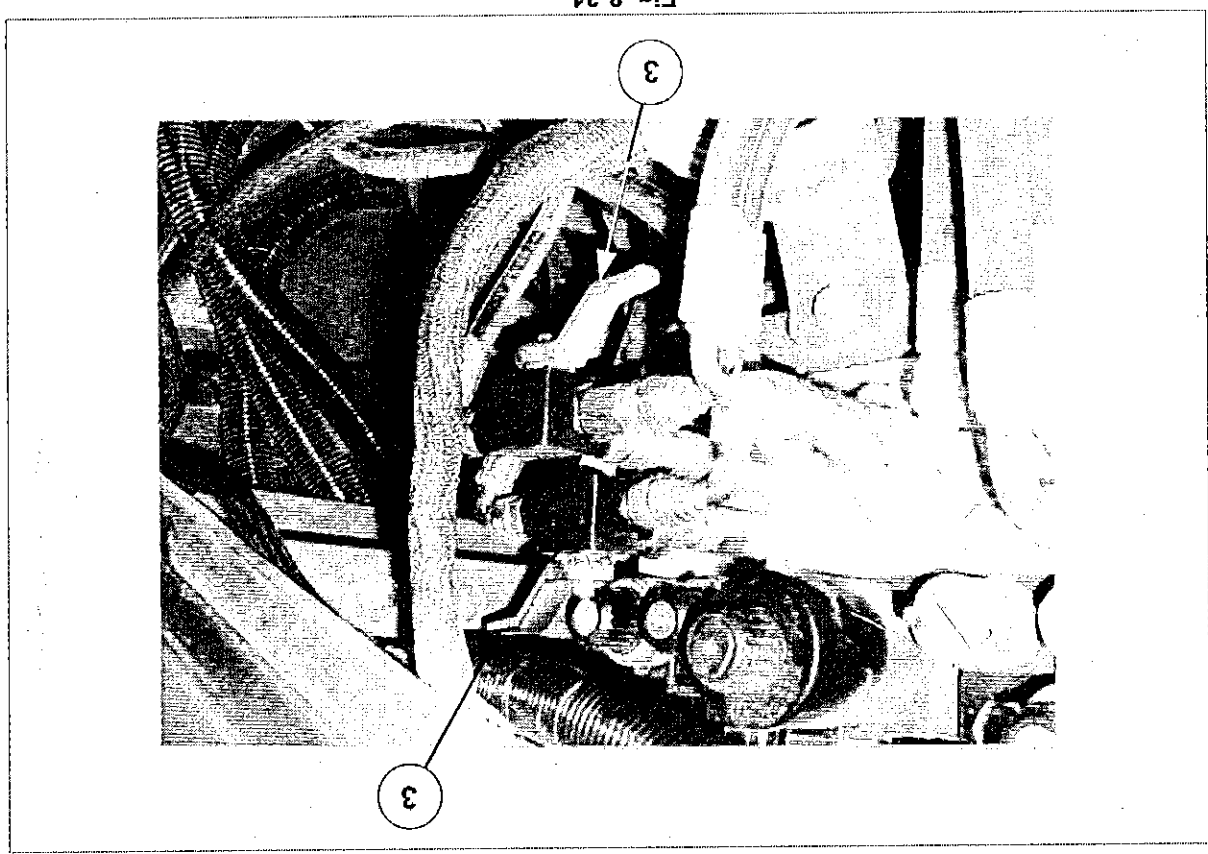

Fig. 8-31
- 3) Ruotare di 90° i due rubinetti part. 3 di fig. 8-31, per scollegare idraulicamente il martinetto di registrazione in altezza del nastro deferrizzatore, e collegare il martinetto di scorrimento del nastro di alimentazione.